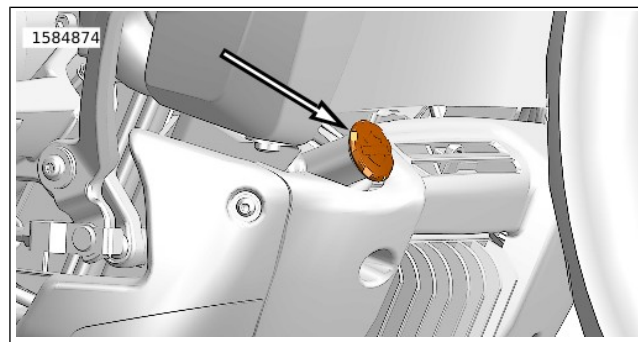

Abbildung 70. Kühlmittelfüllkappe/Messstab (typisch)
3. Kühlmittel-Behälterkappe/Messstab entfernen. Siehe Abbildung 70.
5. Wenn der Stand unter der „MIN“-Linie (1) liegt, GENUINE HARLEY-DAVIDSON EXTENDED LIFE ANTIFREEZE AND COOLANT einfüllen, bis der Flüssigkeitsstand die „MAX“-Linie (2) erreicht.
6. Kühlmittel-Behälterkappe/Messstab anbringen. Siehe Abbildung 70.